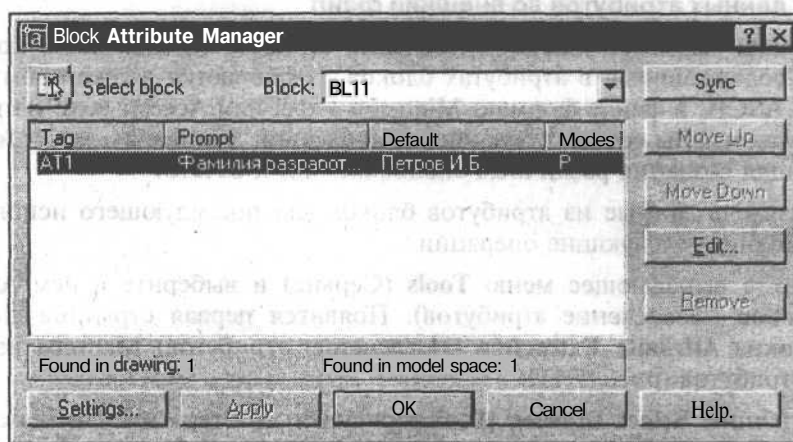

Рис. 17.9. Диалоговое окно диспетчера атрибутов блоков
1. Откройте выпадающее меню **Modify** (Редактирование) и выберите из него **Object** (Объект), из дополнительного меню выберите **Attribute** (Атрибут), а затем из вложенного меню — **Block Attribute Manager** (Диспетчер атрибутов блоков). Появится диалоговое окно **Block Attribute Manager** (Диспетчер атрибутов блоков) (рис. 17.9).